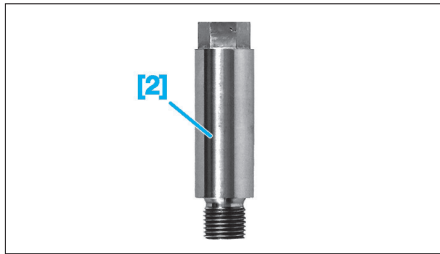

FIG. 30
- [2]. Raccord prolongateur pour prise de pression d'huile (réf : 1503-M) (Fig.30).